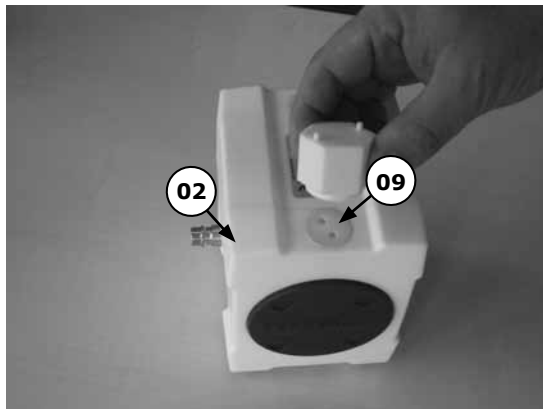

Abbildung 4
Schrauben Sie die Ventilabdeckung (09) auf der Oberseite des Seitengehäuses (02-03) mit dem Spezialwerkzeug (siehe Abbildung 4) ab.